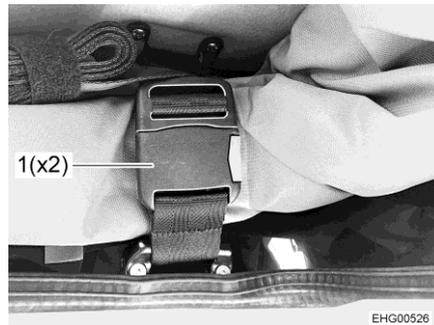

Fig. 52 Fibbia
- Aprire le due fibbie (Fig. 52,1).